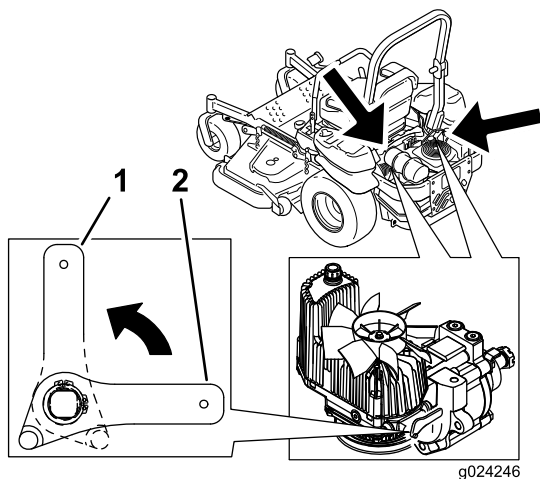

Figura 33
3. Gire las palancas de las válvulas de liberación a la posición vertical para empujar la máquina (Figura 33).
5. Gire las palancas de las válvulas de desvío a la posición horizontal para conducir la máquina (Figura 33).